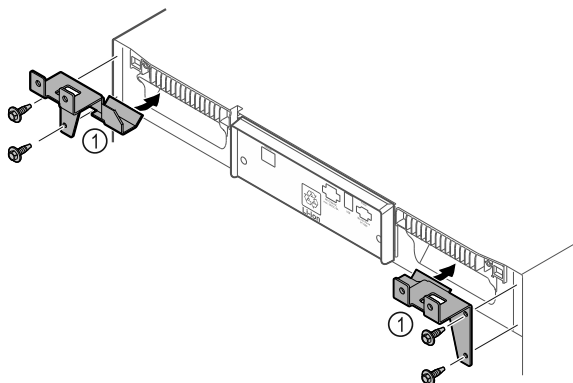

Fig. 8
- Montare i componenti di tenuta Fig. 8 (1) con viti autofilettanti sul dispositivo.